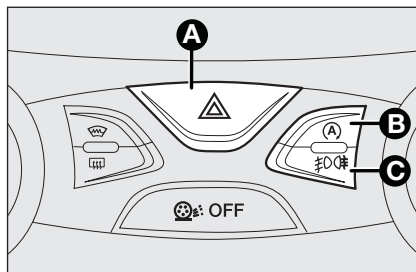

fig. 33
### LUMINI DE URGENȚĂ fig. 33
**B-fig. 33** consultați capitolul „Sistemul Auto-Start-Stop” din prezentul Manual de Utilizare și Întreținere.
### FARURI DE CEAȚĂ/ LĂMPI DE CEAȚĂ SPATE fig. 33 (acolo unde sunt prevăzute)